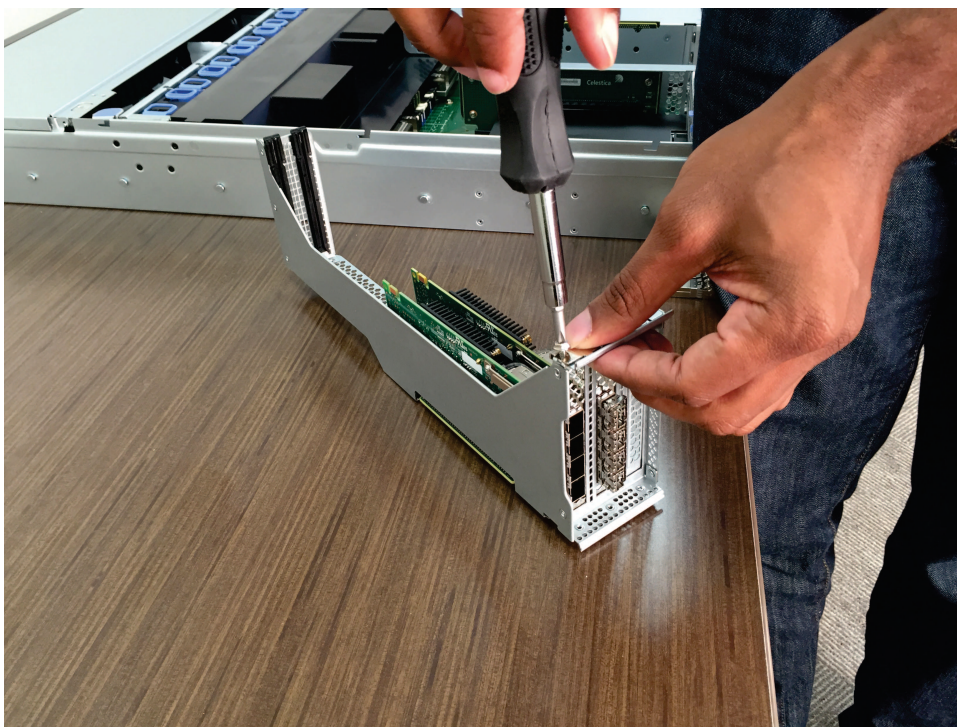

図 251. アダプター・アセンブリーへのアダプターの固定
4. 327 ページの図 251 に示すように、アダプター・アセンブリーにアダプターをしっかりと再接続します。